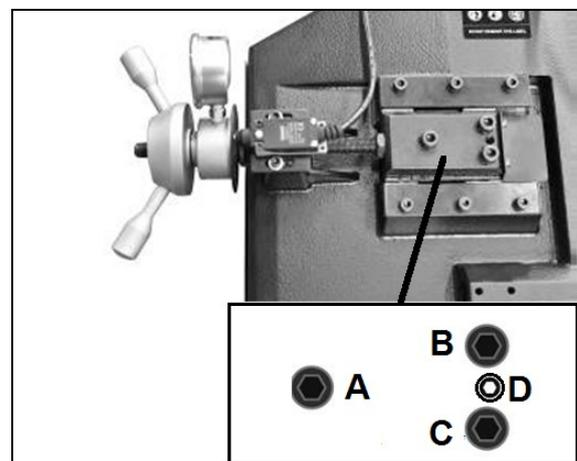

Abb. 8-6: Einstellung der Sägebandführung
- Die Innensechskantschrauben (A, B, C, Abb. 8-6) lösen.